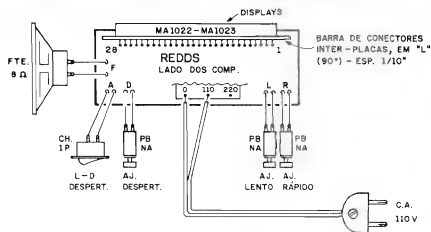
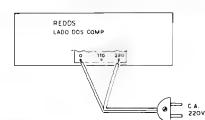

Fig. 5
Fig. 6
- **FIG. 5 - CONEXÕES EXTERNAS À PLACA DE "APOIO"** - Ainda vista pelo lado não cobreado, agora temos a placa com as respectivas conexões externas, bem como a disposição de "casamento" eletro-mecânico com a própria placa do módulo híbrido... Quanto ao transformador, suas ligações ao "rabicho" (cabo de força com plugue C.A. na "outra" ponta...) devem ser escolhidas de acordo com a Tensão presente na rede local, ou seja: terminais "0-110" para rede de 110V ou terminais "0-220" para rede de 220V... Os três **push-buttons**, o interruptor mini, simples, e o próprio mini-alto-falante, não têm conexões polarizadas, e assim suas ligações são simples, não "preocupantes"... Final-
- **FIG. 6 - CONEXÕES AO "RABICHO" PARA REDE DE 220V** - Conforme já foi mencionado, o diagrama da fig. 5 detalha as ligações do
**primário** do transformador incorporado à placa, correspondente a uma Tensão de 110V na rede C.A. local... Para que ninguém fique com dúvidas, a fig. 6 dá os detalhes das ligações correspondentes à rede de 220V (no caso, despreza-se o fio **central** do **primário** do trafo...).
Por razões mais do que óbvias, um relógio deve funcionar ininterruptamente, assim o REDDS não tem um "interruptor geral": é ligar o plugue do "rabinho" a uma tomada da parede (verificar antes se a Tensão da rede local está "nos conformes" das conexões, indicadas previamente nas figs. 5 ou 6...) e pronto! Inicialmente, o display do REDDS mostrará um horário qualquer, "sem valor", com a característica significativa de "piscarem" todos os dígitos, simultaneamente... Sempre que o display se manifestar "piscando" (acendendo e apagando a intervalos regulares, à razão de 2 Hz...), isso deve ser interpretado como um aviso: "-Estou errado... Preciso ser acertado...". Se, durante o funcionamento normal do REDDS, "faltar força" na rede C.A. local, o display se apagará... Ao retornar a energia, o display volta "piscando", também para indicar que há erro na hora mostrada, "precisando de acerto"...